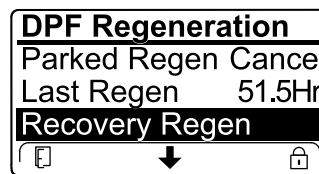

Figura 51
- Se o computador do motor não tiver pedido uma regeneração de recuperação e percorrer a opção REGENERAÇÃO DE RECUPERAÇÃO, a regeneração de recuperação bloqueia e o ícone de bloqueio (Figura 51) surge no canto inferior direito do InfoCenter.